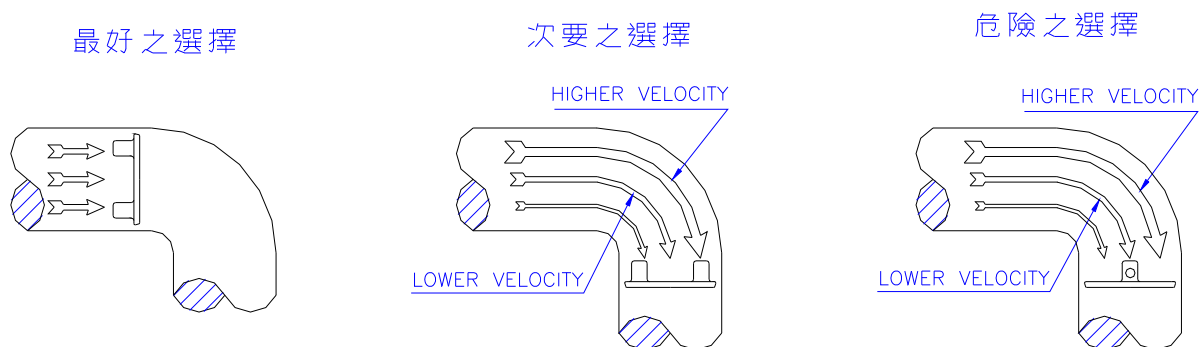

Fig.7
7.7 阀门装置于管路弯管之位置时，须考虑弯管内流体之流速对阀瓣的影响，进而影响操作扭力。参考附图(Fig.7)。